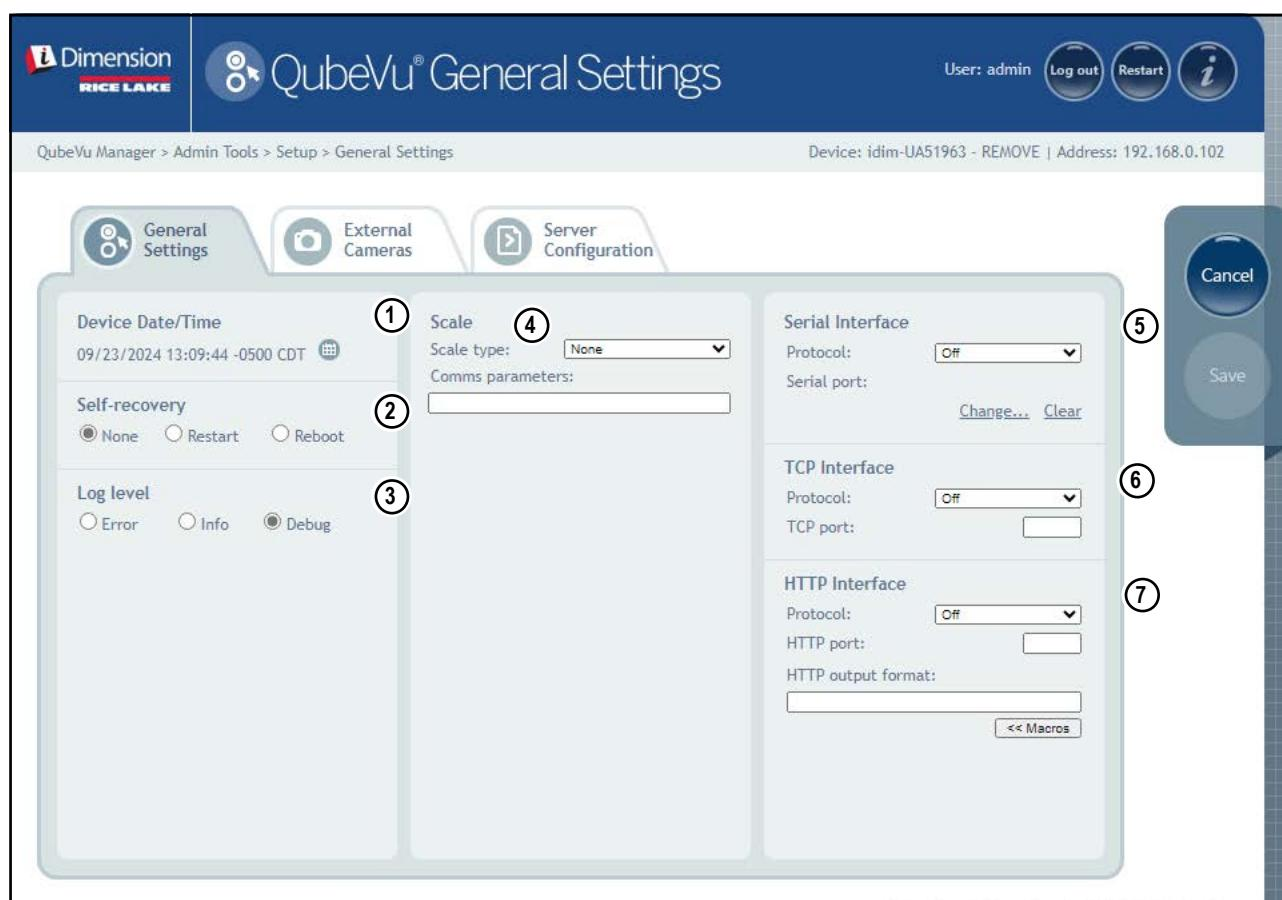

Figure 5-2. Onglet General Settings (Réglages généraux)
1. Sélectionnez **QubeVu** ou **Cubiscan 110/150** dans la liste déroulante des interfaces série (article 5 sur la Figure 5-2, page 24).